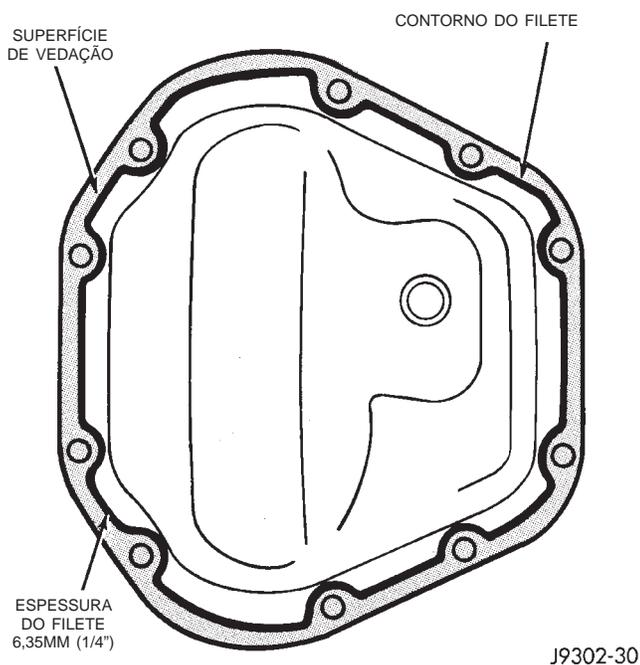

Fig. 38 Cobertura do Alojamento Típica Com Composto Vedador
(1) Raspe o composto vedador de resíduo da carcaça e cubra as superfícies conjugadas. Limpe as superfícies conjugadas com álcool mineral. Aplique um filete de Composto Vedador de Borracha Silicone Mopar ou equivalente, na cobertura do alojamento (Fig. 38).